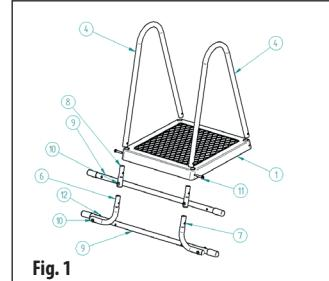

Fig. 1
Infilare le maniglie delle scale (4) dall'alto nei fori della piattaforma (1). (**fig. 1**) Infilare quindi nelle maniglie i componenti che serviranno da supporto delle scale all'esterno della piscina. Per una profondità della piscina rispetto al suolo di 120 cm utilizziamo gli inserti (8) e per una profondità della piscina rispetto al suolo di 110 cm utilizziamo la sezione inferiore della gamba (6 e 7). Durante il montaggio, le sezioni inferiori delle gambe devono essere rivolte in senso opposto e i fori per le viti del rinforzo (9) devono essere paralleli al piano della piattaforma (1). Assicurarsi che i fori delle maniglie (4) siano allineati ai fori della piattaforma (1) e degli inserti (8) [sezioni inferiori delle gambe (6 e 7)]. Avvitare con 2 viti (11) e i dadi chiusi (12). Inserire le viti dalla parte esterna della piattaforma.